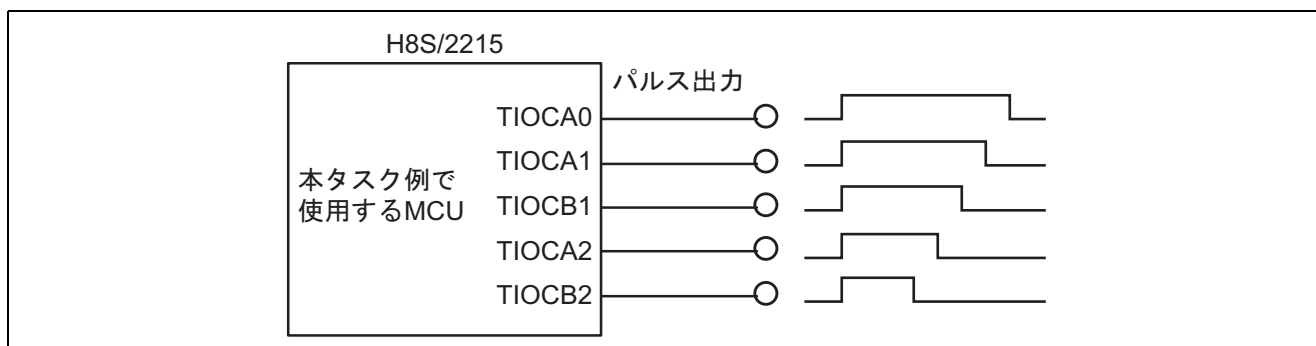

図1 PWMパルス波形の出力例
- 図1に示すように、パルスのHigh幅を変化させ、デューティが変化したPWM波形を出力します。